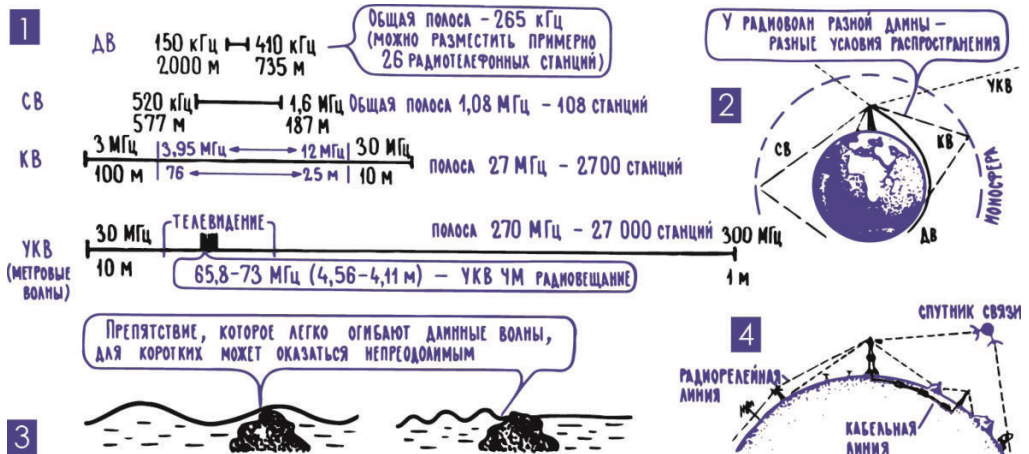

Рис. 13.5. Диапазоны электромагнитных волн для радиосвязи¹
8. У длинных, средних, коротких и ультракоротких радиоволн свои особенности распространения и различные «частотные территории». Все высокочастотные токи, используемые для радиосвязи, радиовещания, телевидения, радиолокации и других целей, принято делить на несколько участков, диапазонов. Такое деление на диапазоны, в частности, связано с тем, что радиоволны разной длины по-разному проходят путь от передатчика к приемнику. Границы между диапазонами весьма расплывчаты, бывает, что разные специалисты по-разному определяют граничные частоты. Но границы частотных участков, которые отводятся для радиовещательных станций, установлены очень точно. Всего таких участков выделено четыре, и названы они диапазонами длинных волн ДВ, средних волн СВ, коротких волн КВ и ультракоротких волн УКВ (рис. 13.5; 1). Коротковолновых участков, на которых работают радиовещательные станции, несколько, и их называют по средней длине волны – «диапазон 25 метров» или «25-метровый диапазон», «диапазон 41 метр», или «41-метровый диапазон» и т. д. Условия распространения радиоволн разной длины различны. Это связано с тем, что волны разной длины неодинаково реагируют на препятствия, которые встречаются на их пути, неодинаково отражаются от одних и тех же «зеркал». Влияние длины волны на характер взаимодействий с внешним миром – характерная черта любых волновых процессов. Так, например, мелкие волны, рябь на воде, разрушаются, наткнувшись на небольшой камешек, а длинная, большая волна огибает его совершенно незаметно. Или другой пример: световые волны почти полностью отражаются от человеческого тела или поглощаются в нем, а волны более короткие, рентгеновские лучи, пронизывают его почти беспрепятственно, проходят насквозь, лишь слегка поглощаясь в сравнительно плотных тканях.
Длинные радиоволны лучше всех других распространяются над земной поверхностью, легко огибают большие препятствия в виде оврагов и гор, огибают и сам земной шар (рис. 13.5; 2), подобно тому как большая мор-
А ультракороткие волны, как правило, вообще не отражаются от ионизированных слоев ионосферы, они протыкают ее и уходят в космическое пространство. Поэтому на УКВ слышны только очень близкие радиостанции, те, что находятся на расстоянии прямой видимости и радиоволны которых добираются от передатчика к приемнику над землей (рис. 13.5; 4). В последнее время, правда, человек перехитрил природу, научился передавать УКВ на очень большие расстояния. Делается это с помощью цепочки реомпередающих радиостанций² или с помощью искусственного спутника Земли, который можно было бы назвать активным зеркалом – электронная аппаратура на спутнике принимает сигнал земной УКВ-станции, усиливает его, а затем излучает обратно на Землю.